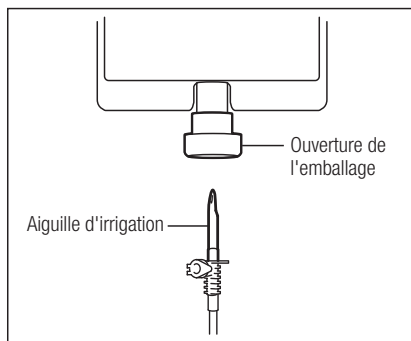

Fig. 10
- 3) Insérez l'aiguille d'irrigation à l'ouverture de l'emballage. (Fig. 10)